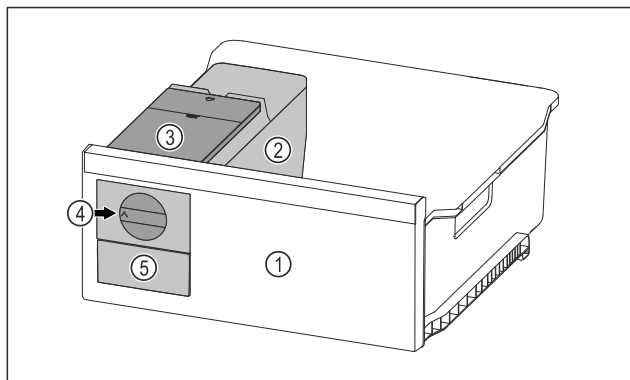

Fig. 90 Exempel
- Vrid reglaget Fig. 90 (4) medurs fram till anslaget.
► Isbitar faller från isbitsbrickan in i isbitslådan Fig. 90 (5). Om inte alla isbitar kommer ut ur isbitsbrickan: